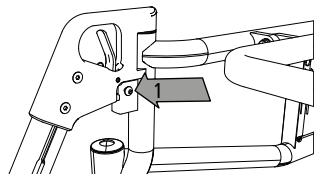

Abb. 5
2. Upprepa med andra benstödet. Kontrollera sedan att båda benstöden sitter i rätt läge utan att glappa. Om ett benstöd glappar, kan du minska spelrummet till ett minimum genom att försiktigt dra åt den insexskruv som finns upptill på sidan av benstödet (1, bild 5).